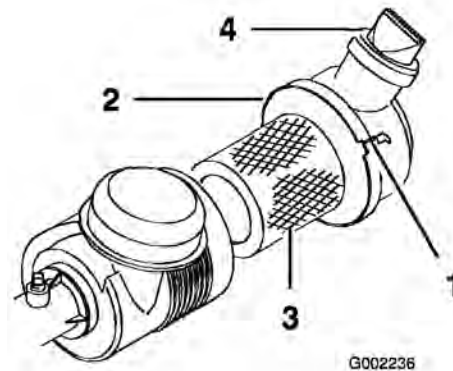

Figura 37
Verifique se existe algum dano no corpo do filtro de ar que possa provocar uma fuga de ar. Verifique se a cobertura está devidamente selada no filtro de ar. Substitua o corpo do filtro de ar se este se encontrar danificado. Aperte a válvula (Figura 37) antes de cada utilização, para eliminar quaisquer sujidades ou detritos. Efectue a manutenção do filtro de ar a cada 100 horas de funcionamento.
- Desaperte a correia do filtro de ar que prende a cobertura do filtro de ar do corpo do filtro de ar (Figura 37) e separe a tampa do corpo.
- Prenda as correias (Figura 37).
- Coloque a tampa com a válvula virada para baixo e prenda as correias (Figura 37).